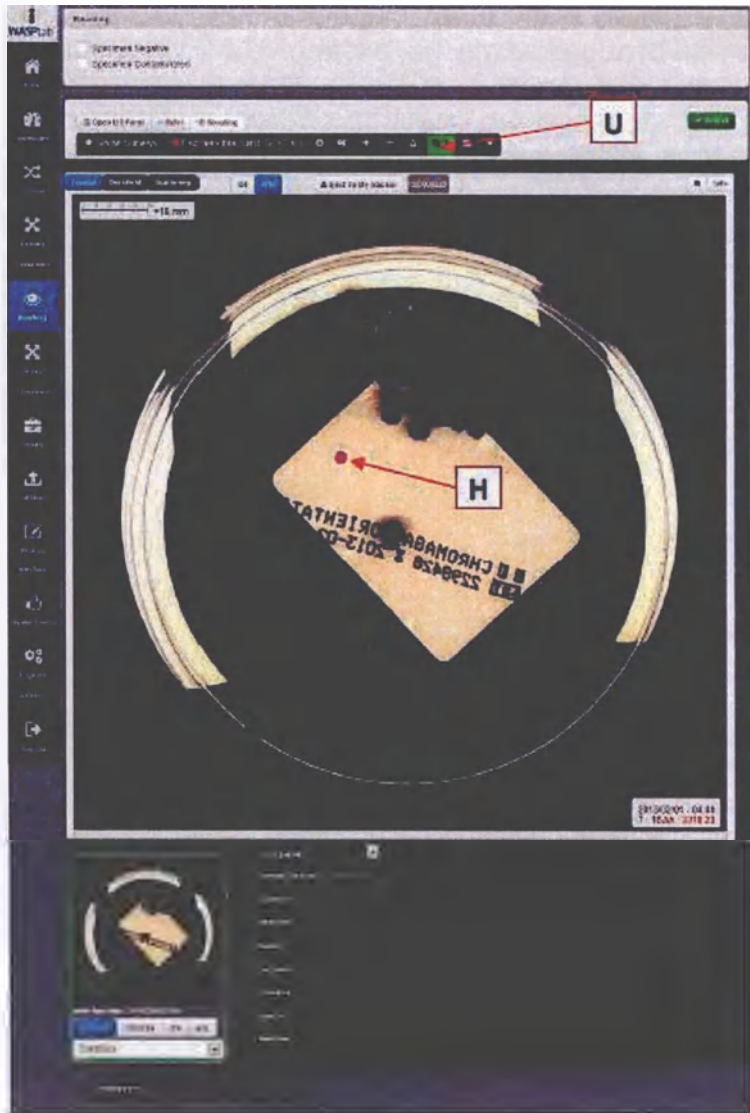

Рисунок 5.19 Пример маркированной колонии
В этот момент колония считается маркированной; Рисунок 5.19 демонстрирует одну выделенную колонию (H) на изображении чашки, которая анализируется пользователем (Reader).